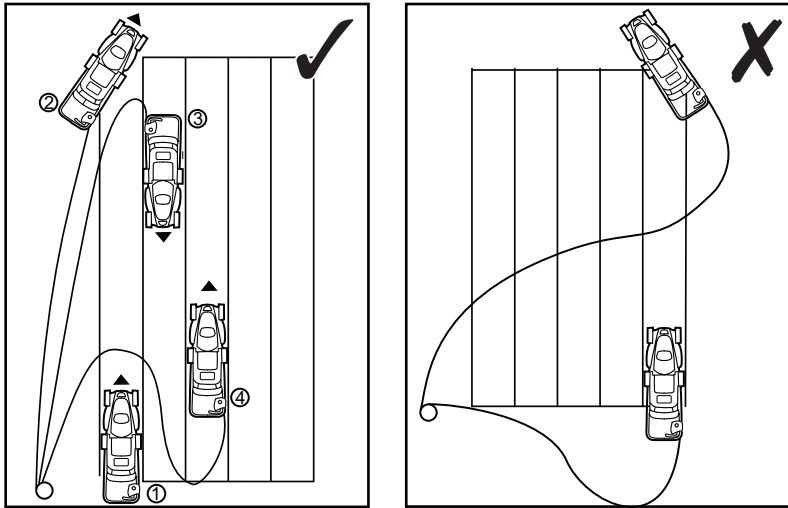

Fig. 15
15. Ține cablurile prelungitoare la distanță de cuțite. Cuțitele pot să deterioreze cablurile și să intre în contact cu componente aflate sub tensiune (fig. 15).